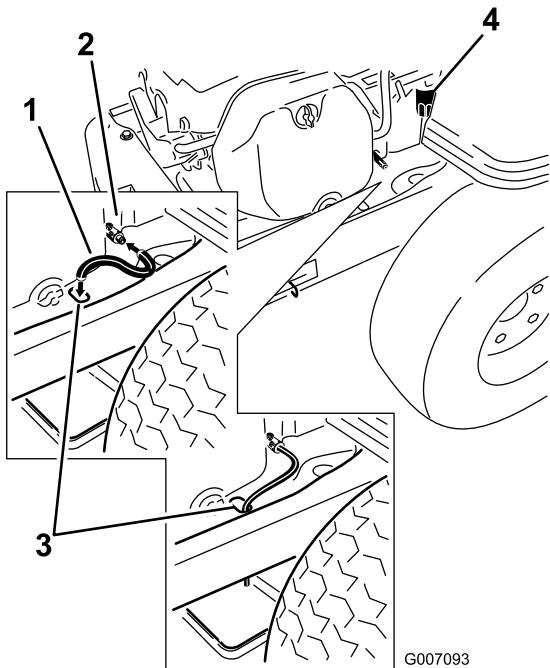

Figura 33
- Pulite l'area attorno alla valvola di spurgo e sul telaio della macchina. Individuate il tubo di spurgo dell'olio e spostatelo sopra la valvola di spurgo (Figura 33).
- Infilate l'estremità opposta del tubo di spurgo dell'olio all'estremità del telaio (Figura 33).